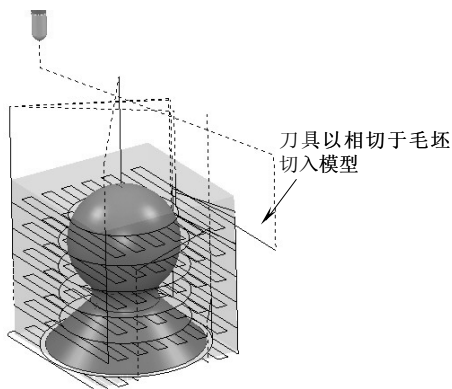

图 2-47 正切切入
5) 在“开始点”选项卡中的“沿…接近”栏设置为正切，单击“应用开始点”按钮，系统计算出图 2-47 所示刀具路径。